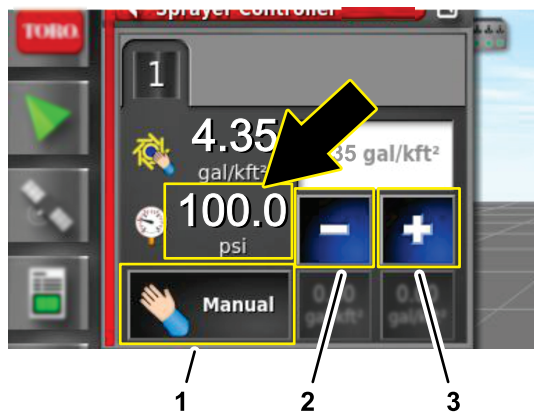

Figura 205
- En el cuadro de diálogo Controlador del caudal de fumigación, pulse el icono MODO DE CONTROL DE CAUDAL hasta que aparezca el modo manual (Figura 205).
8. Presione el icono Reducir (-) o Aumentar (+) para ajustar la presión del sistema de fumigación (Figura 205) a 6.9 bar (100 psi).